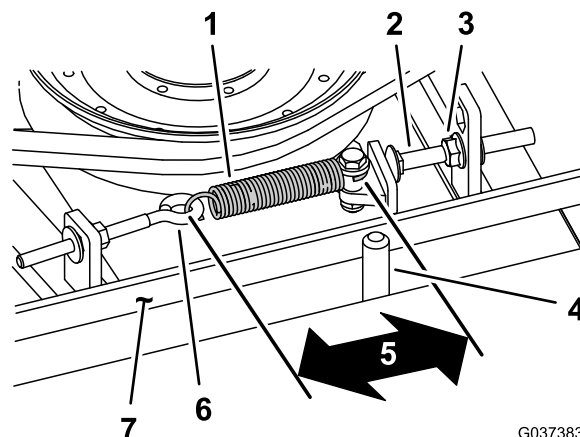

Bild 102
Bei richtiger Spannung sollte die Messung innen an der Verlängerungsfeder (Haken zu Haken) ungefähr  $8,3 \text{ cm} \pm 9,5 \text{ cm}$  betragen. Wenn die Federspannung richtig ist, stellen Sie die Anschlagsschraube (Schlossschraube) ein, bis der Abstand zwischen dem Schraubenkopf und dem Spannarm ungefähr 2-55 mm beträgt (Bild 102).
**Hinweis:** Achten Sie darauf, dass der Riemen auf der Federseite der Riemenführung positioniert ist (Bild 102).
2. Lockern Sie den Augenbolzen (Bild 102).
3. Lösen Sie die Bundmutter, mit der die Anschlagschraube an der Befestigungsnase befestigt ist, und schieben Sie die Spannscheibe vom Riemen weg (Bild 102).
9. Setzen Sie die Verlängerungsfeder (Bild 102) wieder in den Augenbolzen ein und spannen Sie den Riemen wie folgt: